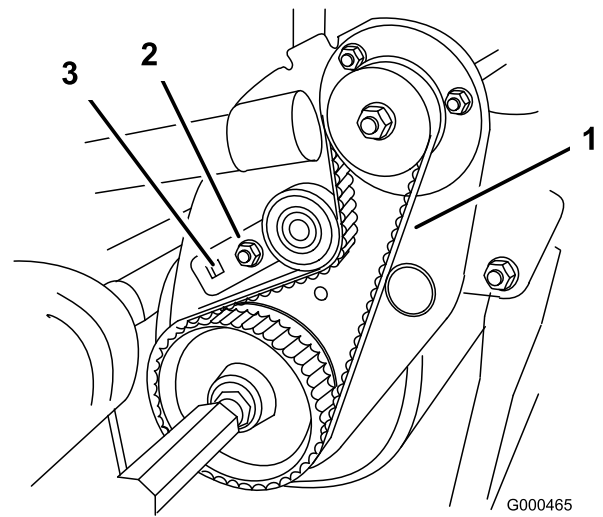

Bild 43
B. Drehen Sie die Spannscheibenhalterung mit einem 3/8-Zoll Drehmomentschlüssel mit 3,9 bis 4,5 Nm an, um die Riemenspannung einzustellen (Bild 43) Halten Sie die Einstellung des Drehmomentschlüssels und ziehen Sie die Befestigungsschraube an der Spannscheibenhalterung an (Die Scheibe wird eingesetzt, um ein Rutschen des Riemen zu vermeiden.). Ziehen Sie den Riemen nicht zu fest an.